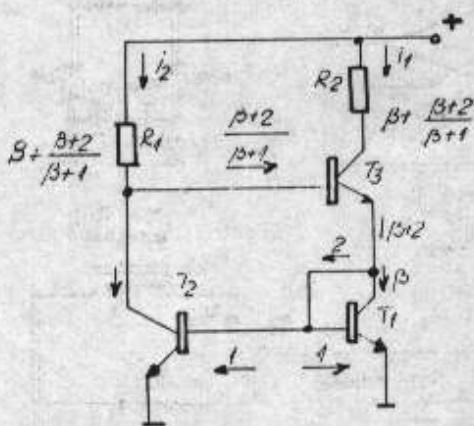

Fig. 1
În cel mai simplu caz, se poate folosi voltmetrul cu diodă ca în fig. 1. Pentru puteri mici (QRP) și mijlocii se poate folosi o diodă semiconductoră obișnuită. La puteri de peste 200 W, diodele semiconductoră uzuale nu mai corespund din cauza tensiunii reduse de străpungere. De exemplu dioda 1N4148 se poate folosi pînă la tensiuni de RF de 27 VRMS și frecvențe până la 600 MHz.
Rezistența de sarcină R_S care constituie sarcina artificială propriu-zisă, se construiește pentru montajul din fig. 1
ARF a cărui schemă de principiu se arată în fig. 1 se caracterizează printr-o amplificare ridicată și stabilă precum și un cosum redus.
Firma Motorola a realizat o gamă largă de circuite integrate specializate, low - power, destinate sintezei de frecvență. Câteva dintre acestea sunt prezentate în tabelul 1. Unele au și fost descrise succint în revista noastră. Astăzi prezentăm circuitul MC 145156. Schema bloc a acestuia se arată în fig. 1. Circuitul constă dintr-un oscilator de referință, un divizor programabil (R) de 12 bit, un comparator digital de fază, un divizor programabil (N) de 10 bit conectat împreună cu un divizor programabil (A) de 7 bit, registre de deplasare, etaje latch și de separare.